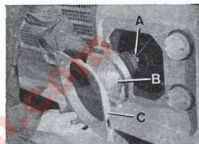

Fig. 92. Faros "Kinby".
- a) Se quitará el bisel de faro, C (figs. 92 ó 93), que vá asegurado con cuatro tornillos.
- b) Para extraer el faro (KIMBY) se presionará hacia el interior y se girará a la derecha (fig. 92).